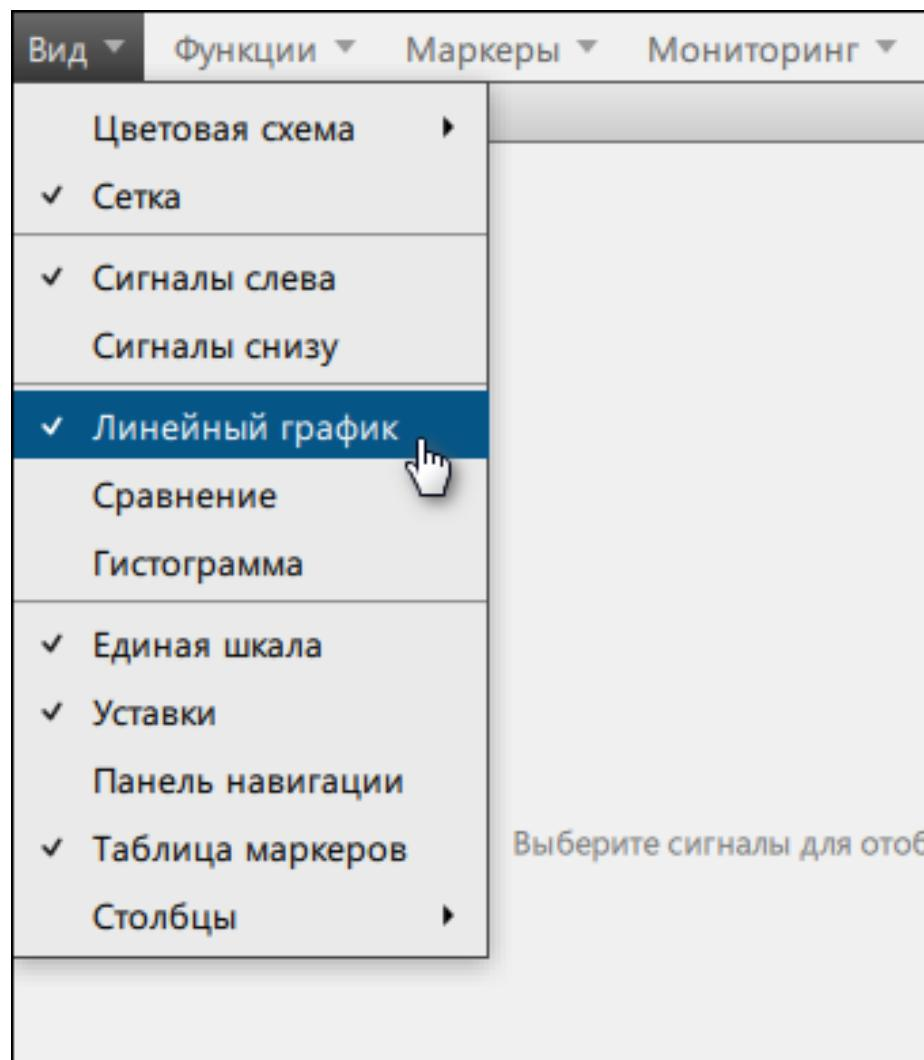

Рисунок 75 - Добавить линейный график
2. В открывшемся окне выберите **Вид → Линейный график** (Рисунок 75).